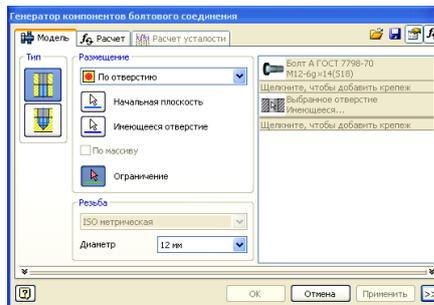
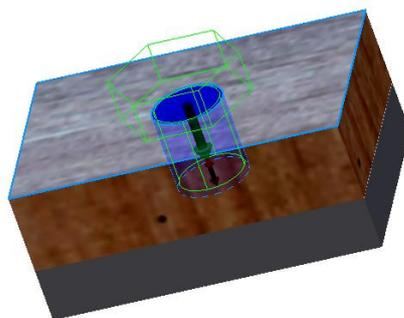

Рис. 66. Диалоговое окно «Генератор компонентов болтового соединения»
Рис. 67. Вид размещения болта
1. На втором шаге построения изменим направление построения и в панели «Авторазмещение» щелкнем на кнопке «Болтовое соединение» . Появится диалоговое окно «Генератор компонентов болтового соединения» (рис. 66), а модель примет вид, как показано на рис. 67.